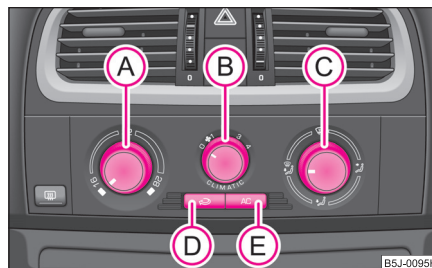

Abb. 107 Climatic: Bedienungselemente
Die Klimaanlage arbeitet, wenn der Schalter  ⇒ Seite 88, Abb. 107  gedrückt ist und folgende Bedingungen erfüllt sind:
- Drehen Sie den Drehregler  ⇒ Abb. 107 nach rechts, um die Temperatur zu erhöhen.
- Drehregler  ⇒ Seite 88, Abb. 107 auf der von Ihnen üblicherweise gewählten Temperatur (wir empfehlen 22 °C) lassen
- Drücken Sie den Schalter  ⇒ Seite 88, Abb. 107, das Schalter-Symbol  leuchtet auf.
Wenn der Luftverteilungsregler **C** in der Position  ⇒ Seite 88, Abb. 107 steht, wird der Umluftbetrieb automatisch ausgeschaltet. Durch wiederholtes Drücken der Drucktaste  können Sie auch in dieser Stellung den Umluftbetrieb wieder einschalten.
Die Luftzufuhr für die einzelnen Düsen stellen Sie mit dem Luftverteilungsregler  ein ⇒ Seite 88, Abb. 107. Die Luftaustrittsdüsen **3** und **4** können einzeln geschlossen und geöffnet werden:
Aus den geöffneten Luftaustrittsdüsen strömt je nach Stellung des Drehreglers  ⇒ Seite 88, Abb. 107 und nach Klimabedingungen erwärmte, nicht erwärmte bzw. gekühlte Luft. ■